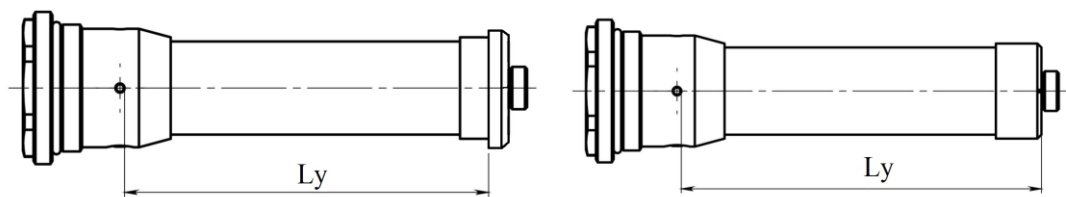

Рис. 1.1
- 1 Диапазон измерений уровня - расстояние L_u от выступа колпачка зонда датчика (при колпачке с выступом) или от нижней плоскости колпачка (при колпачке без выступа) - нижний предел измерений, до нижней кромки дренажного отверстия - верхний предел измерений, в соответствии с рис. 1.1